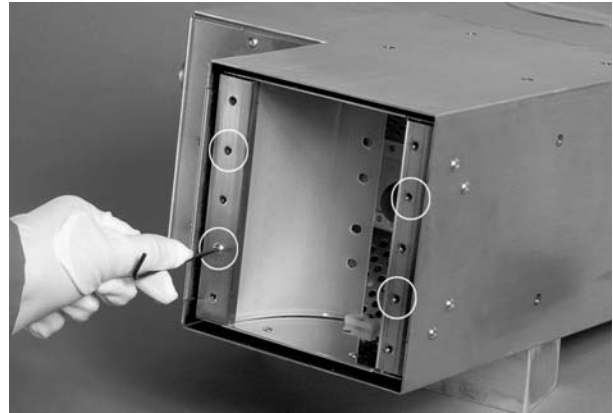

Figura 4-3 Remoção dos parafusos
3. Consulte a figura 4-3. Utilizando uma chave para parafusos com sextavado interior de 2,5 mm ou uma chave de parafusos Phillips, retire os quatro parafusos e os dois suportes de fixação da base da cabeça de lâmpada.